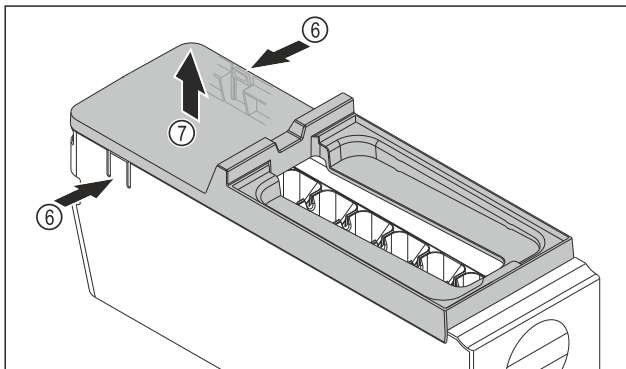

Fig. 131
- ▶ Wymywanie osłony korpusu EasyTwist-Ice: Docisnąć jedną ręką nakładki Fig. 131 (6) po obu stronach korpusu EasyTwist-Ice.
- ▶ Drugą ręką wyjąć osłonę Fig. 131 (7) ku górze.